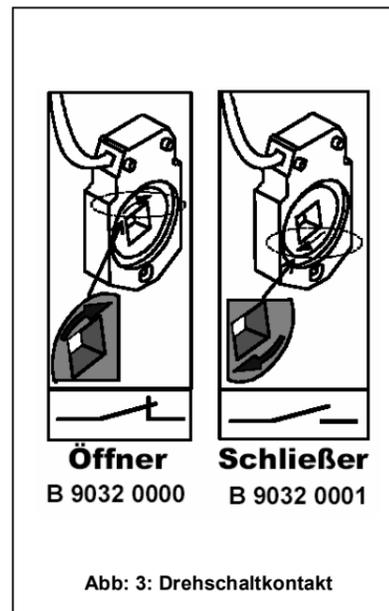
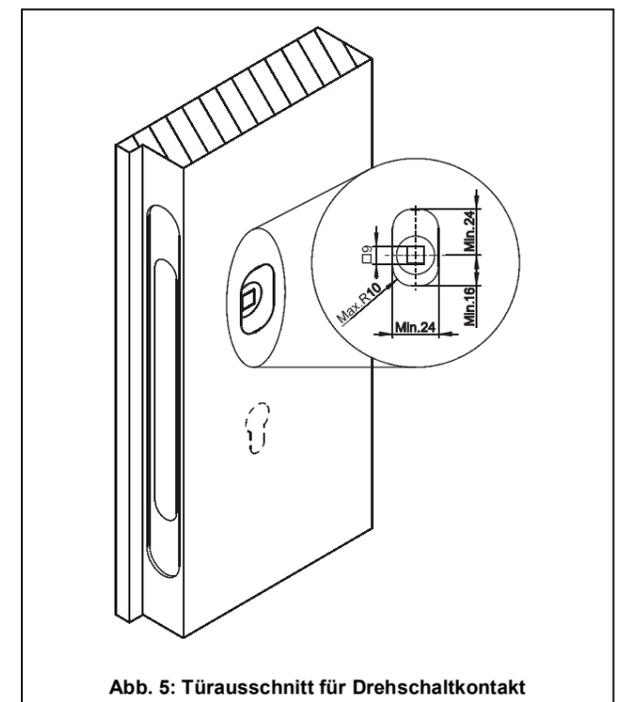

Abb. 3: Drehschaltkontakt
Abb. 5: Türausschnitt für Drehschaltkontakt
- 2.3 Bei einer Nussüberwachung mittels Drehschaltkontakt (Abb.3) muss die Öffnung (in der Regel auf der Türinnenseite) zur Schlosstasche entsprechend Abb.5 hergestellt werden.
**Pfeilrichtung am Drehschaltkontakt beachten.** (Abb.3)